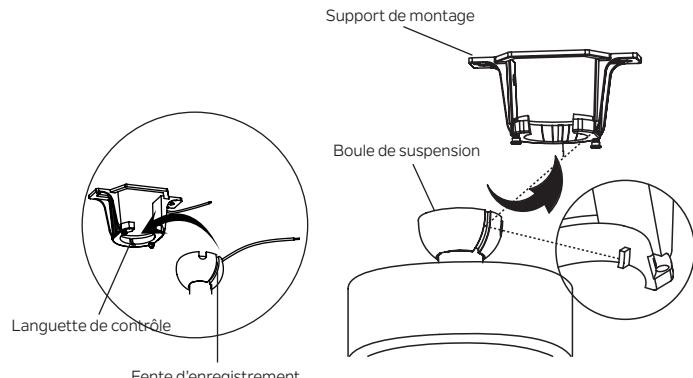

Fig. 12
**Étape 6.** Soulevez maintenant l'ensemble moteur et placez la boule de suspension dans le support de montage. Tournez jusqu'à ce que la « languette de contrôle » soit tombée dans la « fente d'enregistrement » et soit fermement en place. (Fig. 12) L'ensemble du corps du moteur ne doit pas tourner si cela est fait correctement.